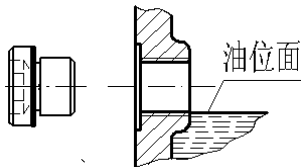

图 20
a.油位孔为螺塞,请将螺塞拧出,假如油位正确,少量的油会从孔中流出,油的位置起码要达到孔的下缘(图 20)。